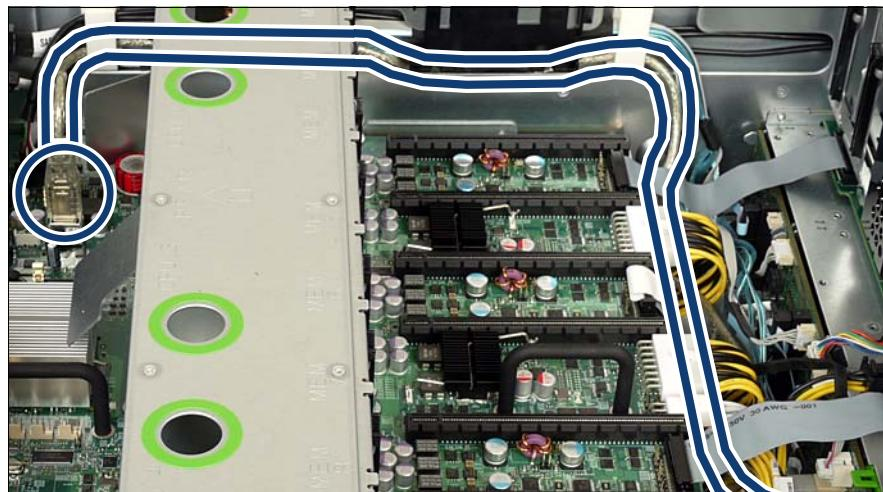

図 35: テープから USB コネクタへのケーブル配線
- ▶ 図 35 に示すように、データケーブルを配線します。